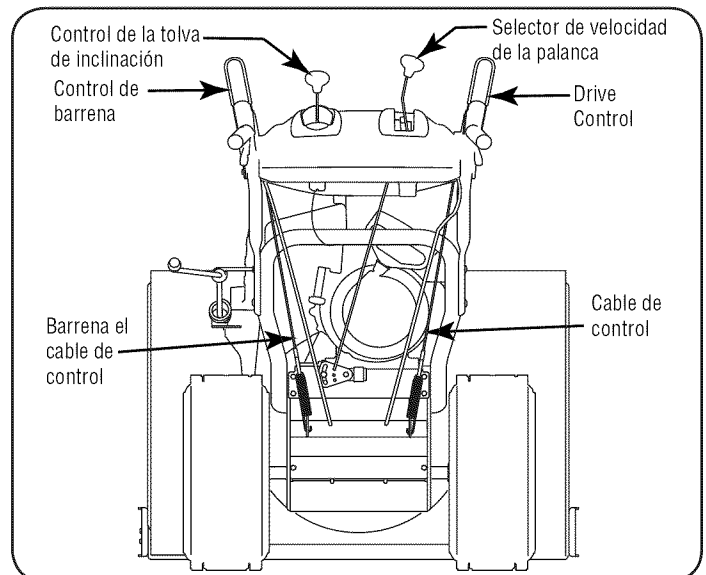

Figura 13
1. Cuando la barrena se suelta el control y en la desembragado "hasta" la posición, el cable debe tener muy poca holgura. No debe ser firme. Consulte la Figura 13.
1. Con el motor apagado, mover la palanca del selector de velocidad en sexta (6) posición. Consulte la Figura 13.